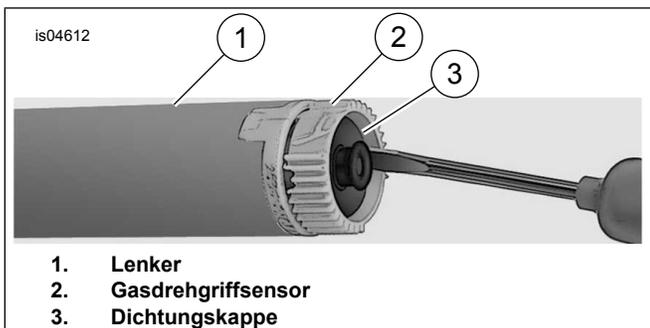

Abbildung 2. Dichtungskappe entfernen
- Siehe Abbildung 2. Einen kleinen Schraubendreher oder ein anderes Werkzeug mit flacher Klinge in den flachen Bereich auf einer Seite der Dichtungskappe einführen.